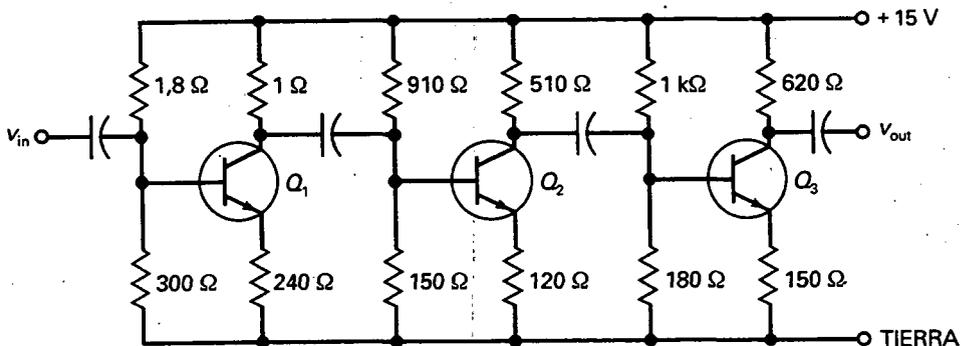

Figura 8-26
- 8-29. Calcule la tensión de colector para cada uno de los transistores de la Figura 8-26. (Sugerencia: Los condensadores son circuitos abiertos respecto de la corriente continua.)